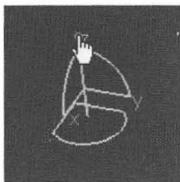

图 1-9 自由旋转
- ◆ 自由旋转：用鼠标左键抓住指南针 Z 轴顶端的圆点并移动鼠标，则指南针会以红色方块（也就是原点）为中心自由旋转，绘图区的物体和空间也会随着指南针的旋转而改变，如图 1-9 所示。